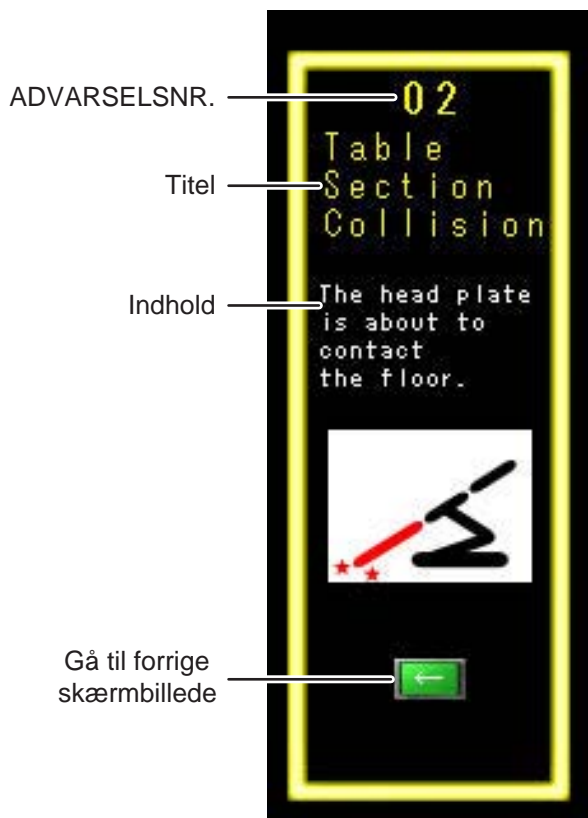
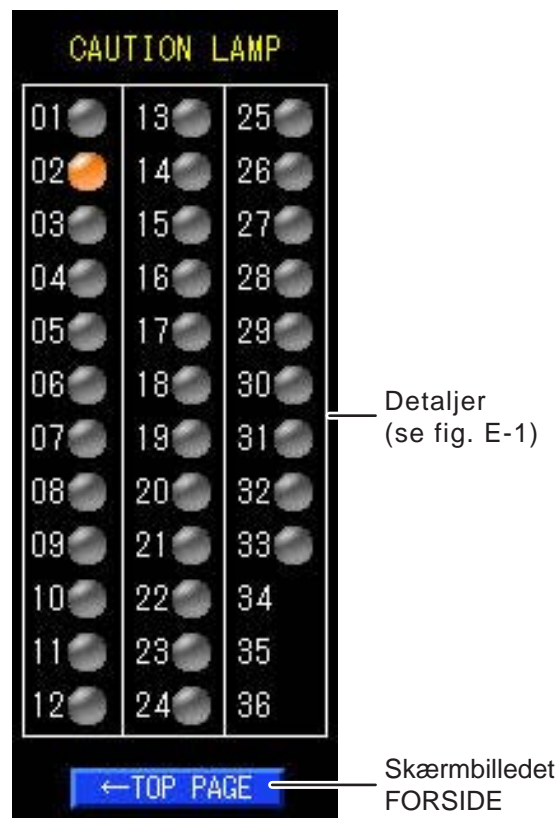

Fig. E-1
Fig. E-2
- Med henblik på at forebygge skader stopper operationsbordet muligvis under drift, og der vises et skærbillede for forsigtighedsforholdsregel/advarsel som i Fig. E-1 på berøringspanelet. Der findes oplysninger om specifikke gendannelsesprocedurer efter stop af operationsbordet under Side 75.
- Fig. E-2 vises, hvis du kan klikke på CAUTION i Fig. A, efter der er udløst en forsigtighedsforholdsregel eller advarsel. Hvis der er udløst én forsigtighedsforholdsregel eller advarsel, vises Fig. E-1.